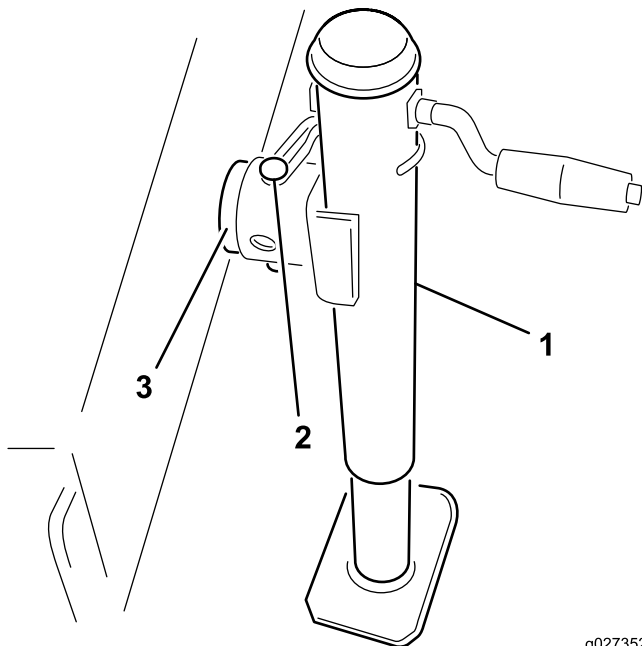

Figura 5
2. Inserite il cavalletto sul perno del telaio e fissatelo con il perno (Figura 5).